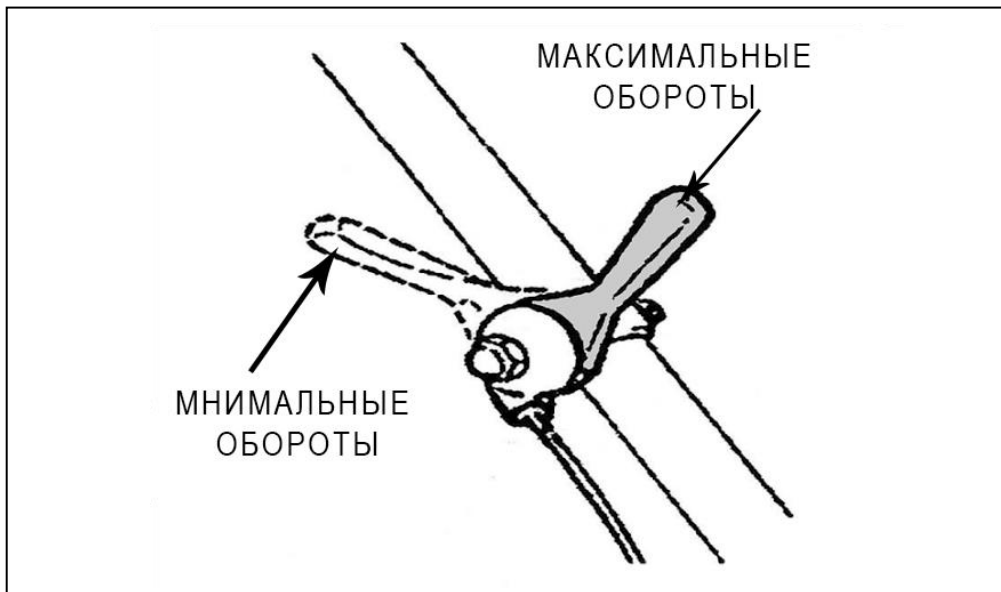

Рис. 13. Положения рычага газа.
4. Переставьте рычаг газа на 1/3 хода в сторону положения максимальных оборотов двигателя (Рис. 13).